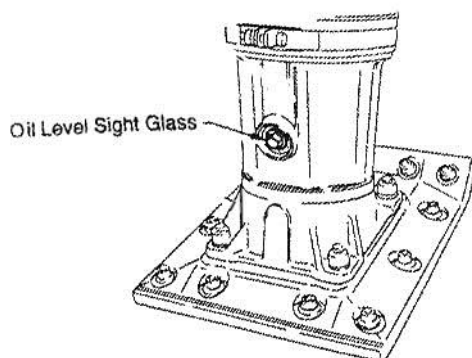

Рисунок 2. Окошко контроля уровня масла
1. Проверьте уровень масла через окошко контроля (Рисунок 2) в задней части ноги.
2. Если уровня не видно, добавьте моторного масла вязкостью 10W-30 через маслозаливную горловину (Рисунок 2). Вместимость картера составляет примерно 800 мл.